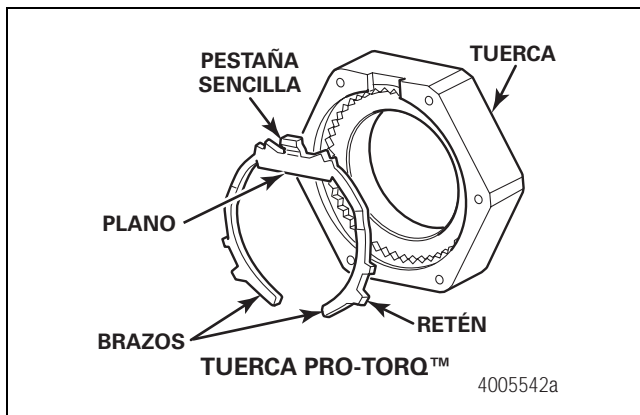

Figura 4.10
5. Retire el retén de la tuerca PRO-TORQ™. Use un destornillador para separar y extraer el brazo del retén de la ranura a cada lado de la tuerca hasta que esté liberado el retén. Meritor recomienda reemplazar el retén con uno nuevo cada vez que se retire la tuerca PRO-TORQ™ a fin de mantener la integridad del mecanismo de bloqueo. Use una llave de tuercas de 3.5 pulgadas (89 mm) para retirar la tuerca PRO-TORQ™. Figura 4.10.